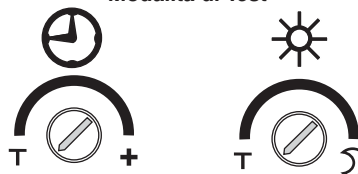

FIG. 8
- Ruotare delicatamente in senso antiorario il regolatore della luminosità (☀) e quello della temporizzazione (⊕) fino all'arresto (**posizione di TEST** - FIG. 8).